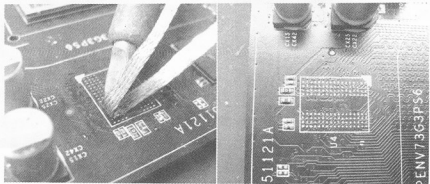

图 4-22 吸平焊盘
- (4) 使用吸锡线，将焊盘吸取干净，如图 4-22 所示。